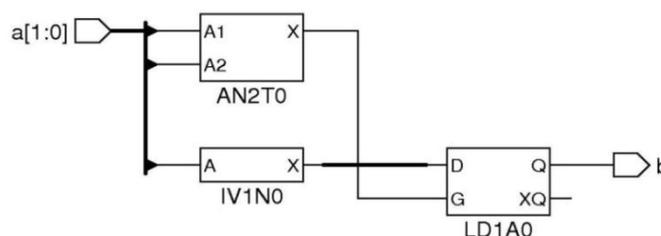

Figura 2: Esempio di netlist visualizzabile in LeonardoSpectrum
La netlist generata a partire dalla libreria ASIC – Sample – SCL05u, così come viene rappresentata da LeonardoSpectrum, è riportata in Figura 2.
- selezionare la componente *LD1A0* corrispondente all'elemento di memoria della netlist (Figura 2);
Si confronti tale codice con il comportamento della netlist in Figura 2: